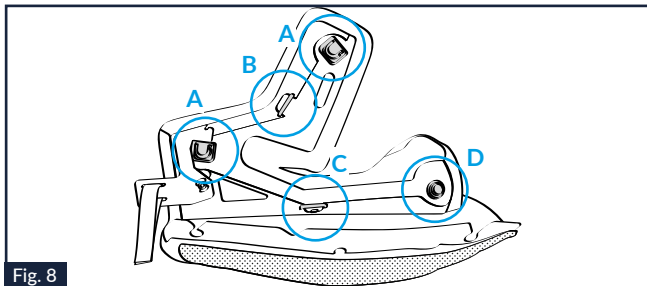

Fig. 8
6.1. Sganciare i tre occhielli del telaio posteriore del guanciale sinistro in corrispondenza rispettivamente dei due ganci "A" (superiore ed anteriore) e del bottone automatico "D" (posteriore) presenti sul suo retro (Fig.8).
6.2. Sfilare le linguette superiore "B" ed inferiore "C" del telaio dai rispettivi passanti presenti sul retro del telaio stesso (Fig.8).
11.2. Infilare le linguette superiore "B" ed inferiore "C" del telaio nei rispettivi passanti presenti sul retro del telaio stesso (Fig.8).
11.3. Agganciare i tre occhielli del telaio posteriore del guanciale sinistro in corrispondenza rispettivamente dei due ganci "A" (superiore ed anteriore) e del bottone automatico "D" (posteriore) presenti sul suo retro (Fig.8).